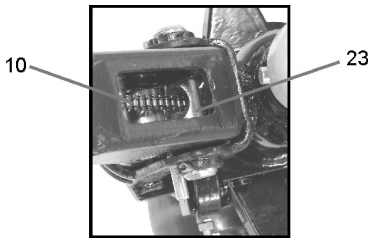

Fig. 4 – Corriente del cable
Durante el montaje del cable, mantenga la corriente como se indica en la fig. 4, para evitar daños y facilitar el montaje.
- b. Pase la corriente "10" del cable por el centro del eje, ver fig. 4;